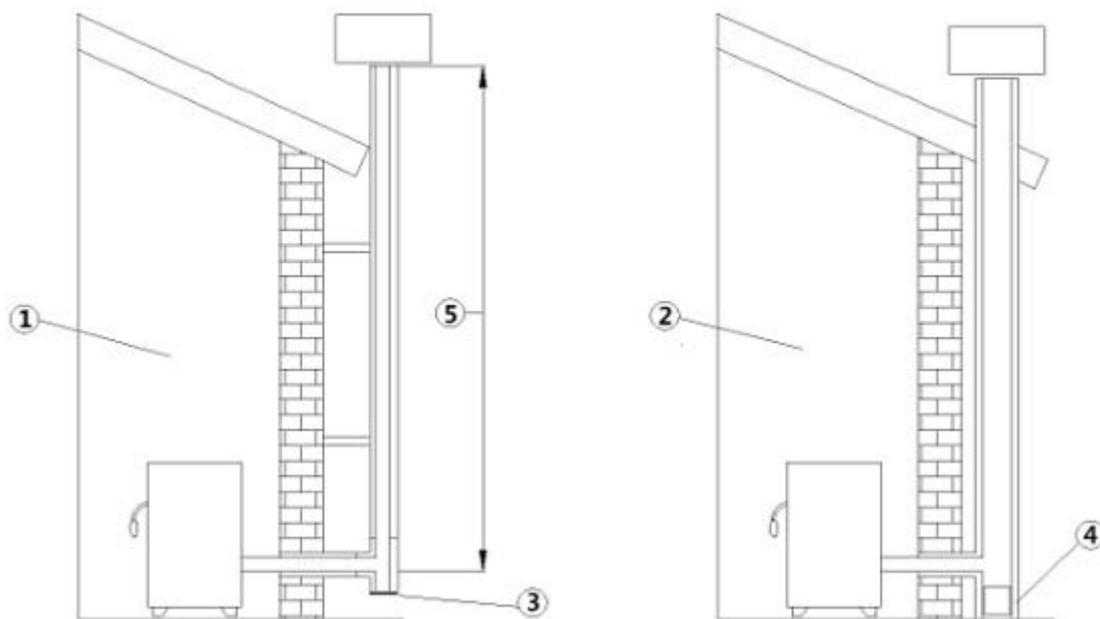

Fig. 1 - Canne fumarie
LEGENDA	Fig. 1
- La canna fumaria deve essere singola (vedi **Fig. 1**) con tubi inox isolati (1) o su canna fumaria esistente (2).
- Entrambi le soluzioni devono avere un tappo d'ispezione (3) e/o portina d'ispezione (4).